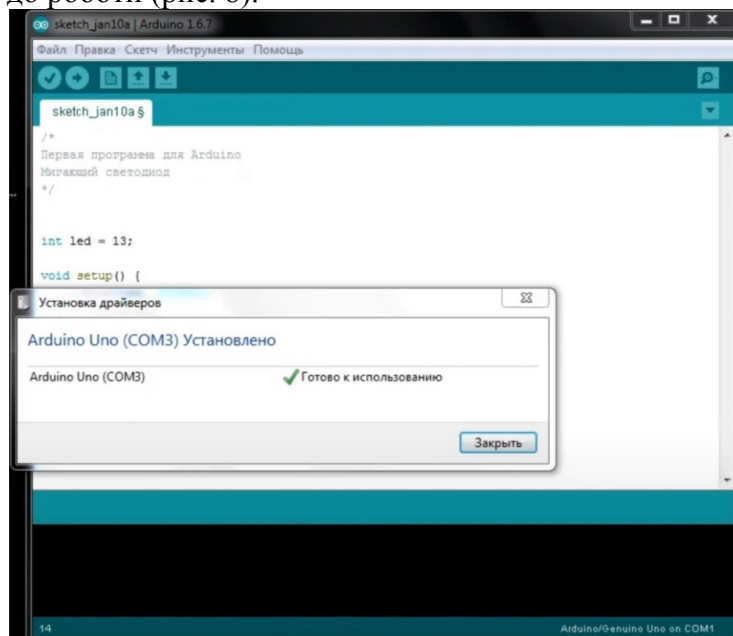

Рис. 8
- ◇ підключити плату до комп'ютера через порт USB і дочекатися, поки Windows не почне процес встановлення драйверів. Після встановлення драйверів плата буде готовою до роботи (рис. 8).